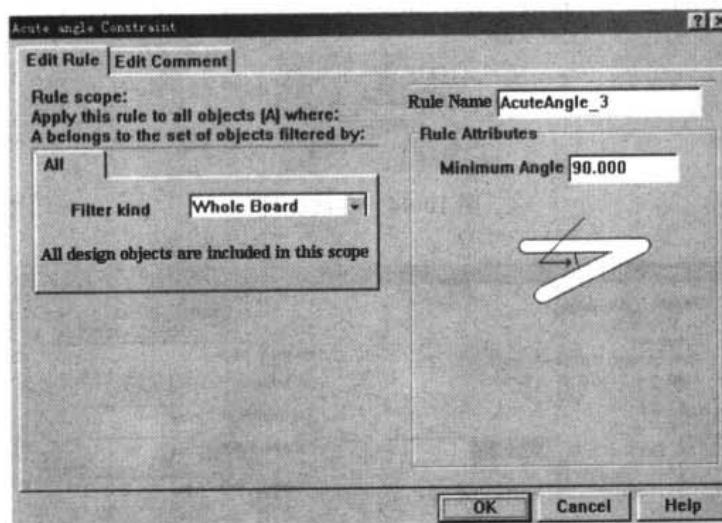

图 10-97 布线拐角阈值设置对话框
- Acute Angle Constraint：布线拐角阈值。该规则用于设置布线拐角的最小值。如果导线拐角太小，在制造电路板时会造成过度蚀刻铜层的问题，故应限制导线拐角的最小值。Acute Angle Constraint（布线拐角阈值）设置对话框，即如图 10-97 所示。可在 Minimum Angle（最小角度）处，输入拐角最小值。